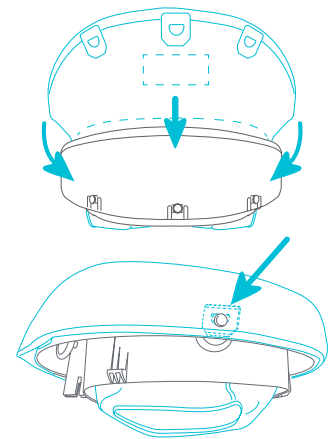

Fig. 12b
- Para volver a colocarla, coloque el lado de la etiqueta de advertencia hacia el respaldo de la base del asiento. Pliegue la tela y coloque la hebilla central trasera en la lengüeta. Conecte todas las hebillas alrededor de las lengüetas de la base del asiento. Se deben asegurar todas las lengüetas y hebillas antes de usar el producto (Fig. 12b).